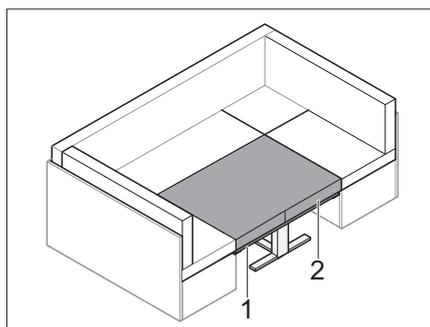

Fig. 64 Coussin supplémentaire intégré
- Disposer le coussin supplémentaire fourni (Fig. 64,2).